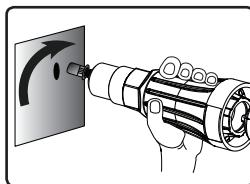

Fig 16
- Hold the adaptor/handle bar and engage the drill in clockwise rotation to fasten the rivet nut [Fig 16]
- Sujete el adaptador/manillar y gire el taladro en el sentido de las agujas del reloj para remachar la tuerca del remachable [Fig 16]